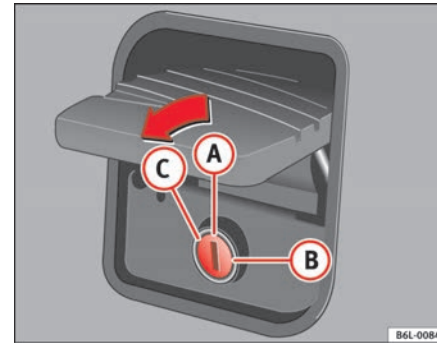

Abb. 51 Gepäckraum-
- Ziehen Sie am Griff und heben Sie die Heckklappe an \Rightarrow Abb. 50. Der Schlitz des Schlosses muss senkrecht stehen \Rightarrow Abb. 51 (A).
Wenn der Schlitz im Schloss (A) \Rightarrow Abb. 51 senkrecht steht, wird die Heckklappe automatisch über die Zentralverriegelung ent- und verriegelt. Die Heckklappe kann auch mit dem Schlüssel entriegelt werden.
Wenn der Schlitz im Schloss waagrecht steht (B) \Rightarrow Abb. 51, bleibt die Heckklappe nach dem Schließen permanent verriegelt und kann nur mit dem Hauptschlüssel entriegelt werden.
Zum Entriegeln der Heckklappe muss der Schlüssel in Pfeilrichtung bis zum Anschlag (C) \Rightarrow Abb. 51 gedreht werden. In dieser Stellung kann der Schlüssel nicht aus dem Schloss abgezogen werden. ▶